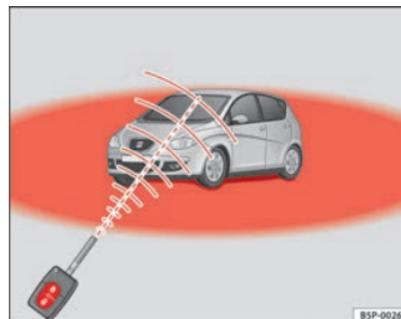

Fig. 63 Raio de acção do comando à distância por radiofrequência
- O comando à distância por rádio-frequência só funciona, se se encontrar dentro do seu raio de acção ⇒ Fig. 63 (superfície vermelha).